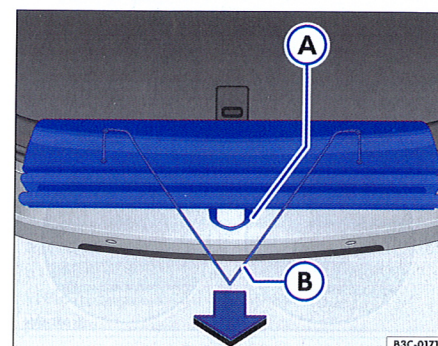

Fig. 104 Despăturirea și împăturirea prelatei.
– Trageți prelată de curelușă ⇒ fig. 104 A în sensul săgeții, peste bara de protecție din spate. Acum puteți încărca sau descărca portbagajul.
– Trageți de cordoanel ⇒ fig. 104 B în sensul săgeții, pentru a introduce prelată la loc în geantă.